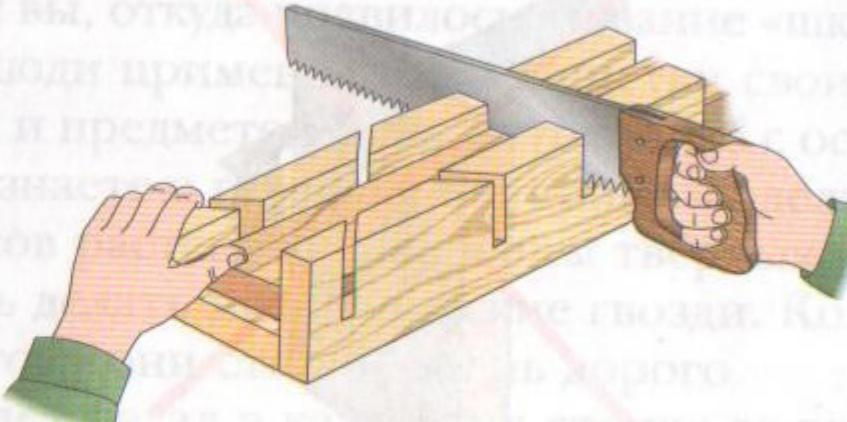

Рис. 96
5. При пилении использовать направители. Для отпиливания заготовок применять упор, стусло (рис. 96).